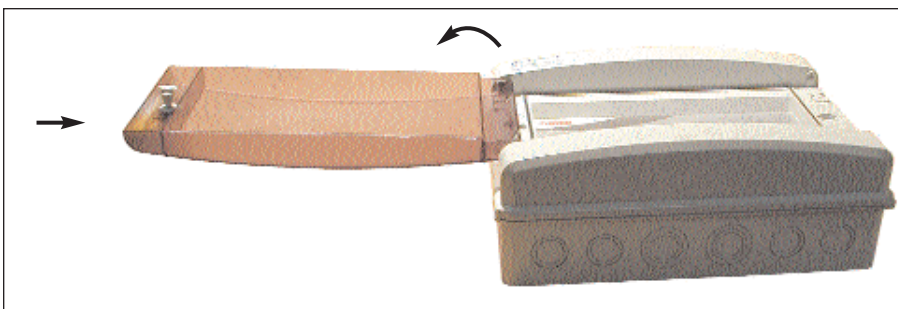

fig. 7
2. Retirer le vitrage pivotant. (fig. 7)